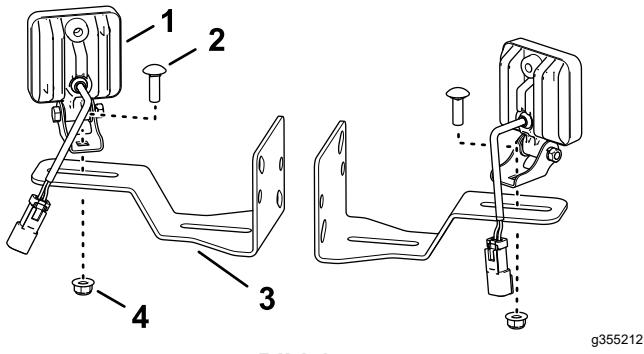

Bild 1
1. Befestigen Sie die LED-Leuchte mit der Schlossschraube (5/16" x 1") und der Sicherungsbundmutter (5/16") an der Befestigungshalterung für Scheinwerfer, wie in Bild 1 dargestellt.